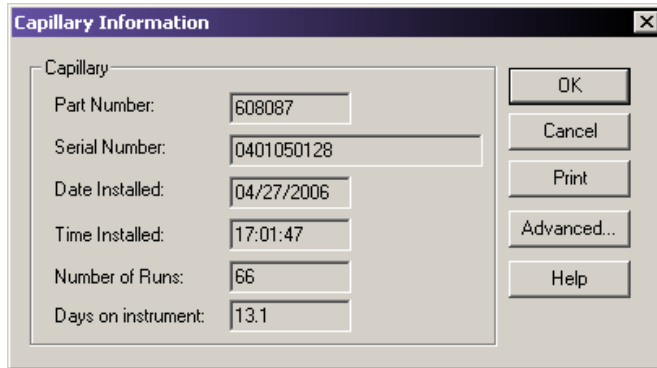

图 3.37 毛细管信息对话框
2. 使用 **Capillary Information**（毛细管信息）对话框（图 3.37），查看以下信息：